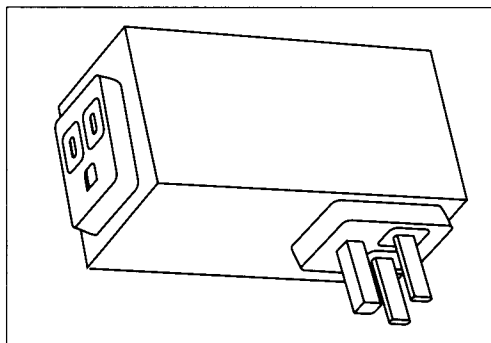

Figure 1.3 Filtre enfichable de ligne c.a., offert sur le marché
2. Installer un filtre dans la ligne c.a. Ce type de filtre est offert sur le marché (voir les figures 1.3 et 1.4).
La plupart des aspirateurs modernes sont protégés contre la production de brouillage RF. Toutefois, il se peut que la partie intérieure du moteur s'encrasse si le sac de poussière ne peut arrêter toutes les particules, ce qui, dans l'appareil, peut conduire à la production de grosses étincelles que les téléviseurs et postes radio peuvent alors capter. Pour éliminer le brouillage provenant d'un aspirateur, commencer par vérifier le collecteur et les balais, les nettoyer ou les remplacer, s'il y a lieu. De plus, il peut y avoir assez d'espace à l'intérieur de l'appareil pour raccorder des condensateurs de 0,01 microfarad aux balais. Si l'espace disponible n'est pas suffisant, utiliser un filtre de ligne (voir la figure 1.3).